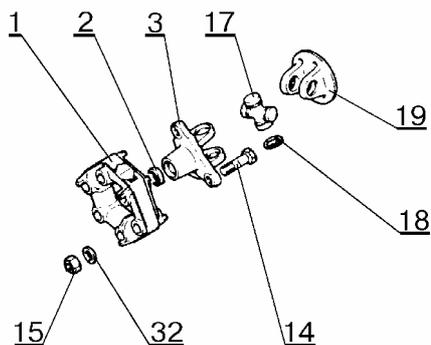

Рис.5. Вал карданный промежуточный 2121-2202010-10.
5.4.3 Установить рычаг 10, рис.5, блокировки дифференциала в крышку 16 картера, предварительно вставив втулки 13, запрессовать ось 12 и поставить стопорную шайбу 15 (отвертка плоская, прошивка, молоток с пластмассовым бойком).
5.6 Установить рычаг 11, рис.5, переключения передач в кронштейн 14 согласно пункту 5.4.3.
5.13 Надеть на шток 8, рис.5, переключения передач чехол 5, вставить пружину 9 штока, установить вилку 6 на муфту переключения передач, ввести шток в картер, надеть на него дистанционную втулку 3 и вилку 6, установить пружину и шарик фиксатора, утопить шарик в гнездо и полностью ввести шток, закрепить вилку на штоке болтом 1. Момент затягивания болта 12...19 Н.м (1,2...1,9 кгс.м). Одеть чехол на втулку штока (отвертка плоская, головка сменная 10, удлинитель и вороток, ключ динамометрический типа 02.7812-4013).